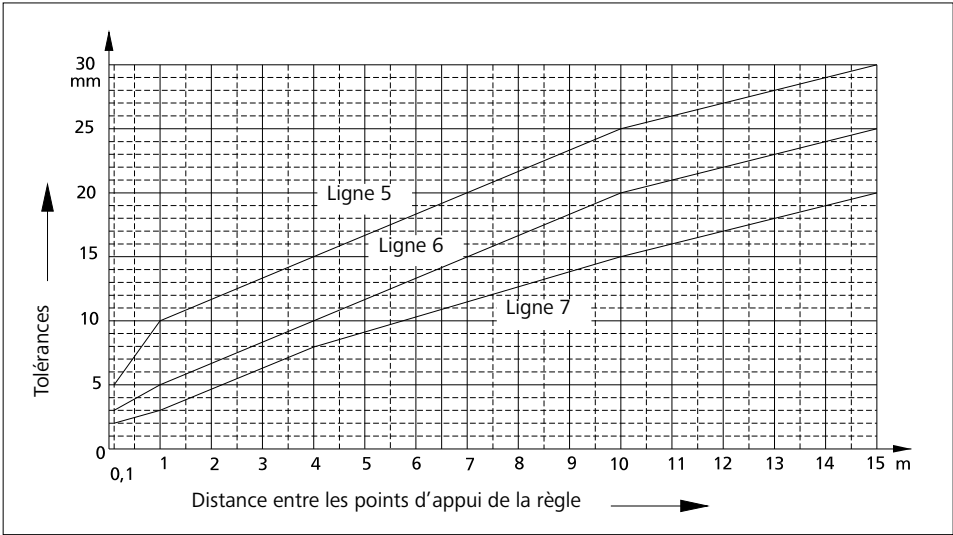

Fig. 28.2
* Voir valeurs intermédiaires de la Fig. 28.2, les arrondir au mm entier.